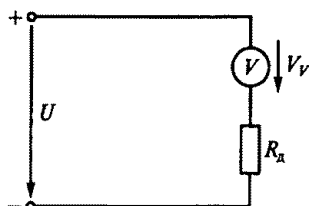

Рис. 167
5.28.Р. Шкала вольтметра от 0 до 100 В. Напряжение в цепи на рис. 167 может достигать 500 В. Сопротивление вольтметра 5 кОм. Каково добавочное сопротивление $R_д$ вольтметра?